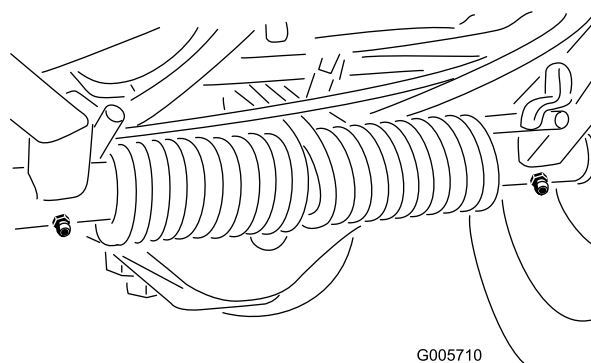

Figure 36
- Bagues de pivots de bras de poussée (Figure 36)